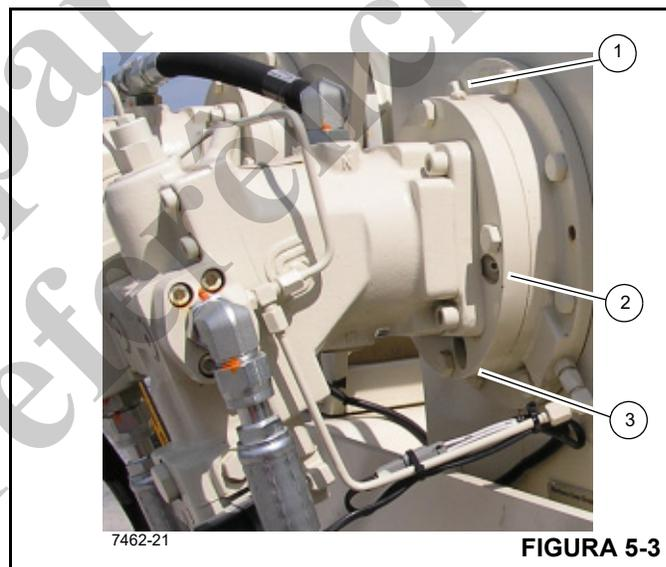

FIGURA 5-3
Para verificar o óleo do freio do guincho, remova o bujão de inspeção (2, Figura 5-3) e inspecione visualmente o nível do
1. Remova o bujão do dreno (3, Figura 5-3), o bujão de inspeção (2) e o bujão de respiro (1).
3. Reinstale o bujão de dreno (3) e adicione óleo no furo de ventilação do óleo de freio (1) até que o óleo esteja no nível inferior do furo de inspeção (2). Consulte a Tabela 5-2. A capacidade de abastecimento do freio do guincho é de 0,23 l (0,25 qt).
4. Instale o bujão de inspeção (2) e o bujão de ventilação e de enchimento de óleo (1).